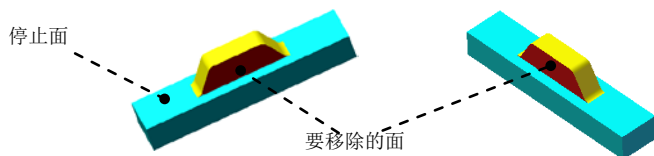

图 15.3.14 成形工具 3
(4) 定义圆角的半径。在 **圆角项目(I)** 区域的  文本框中输入圆角半径值 0.5，选中 ☒ **切线延伸(S)** 复选框。
(5) 单击  按钮，完成圆角 1 的创建。
Step5. 创建图 15.3.14 所示的零件特征——成形工具 3。
(1) 选择命令。选择下拉菜单 **插入(I)** → **钣金(B)** → **成形工具** 命令。
(2) 定义成形工具属性。
① 定义停止面属性。激活“成形工具”对话框的 **停止面** 区域，选取图 15.3.14 所示的模型表面为停止面。
② 定义移除面属性。激活“成形工具”对话框的 **要移除的面** 区域，选取图 15.3.14 所示的模型表面为要移除的面。
(3) 单击  按钮，完成成形工具 3 的创建。